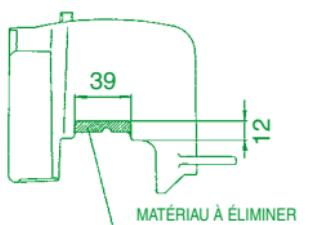

Fig. 3
- Insérer le joint de culasse (8) et la culasse (6) sur les goujons, en butée contre le cylindre.
- Monter le soufflet sur le cylindre (modifié comme indiqué en Fig. 3), le déflecteur d'air et la nouvelle bougie (voire section “Conseils Importants”).